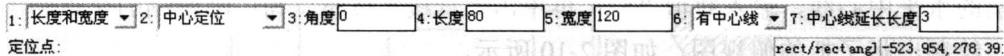
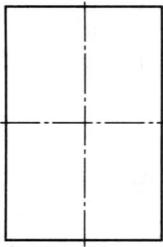

图 2-2 矩形立即菜单
图 2-3 矩形
(1) 单击“绘图”工具栏中的“矩形”按钮□，单击立即菜单1切换到“长度和宽度”方式，在立即菜单4输入长度为“80”，在立即菜单5中输入宽度为“120”，立即菜单6选择“有中心线”方式。立即菜单如图2-2所示，绘制的矩形如图2-3所示。